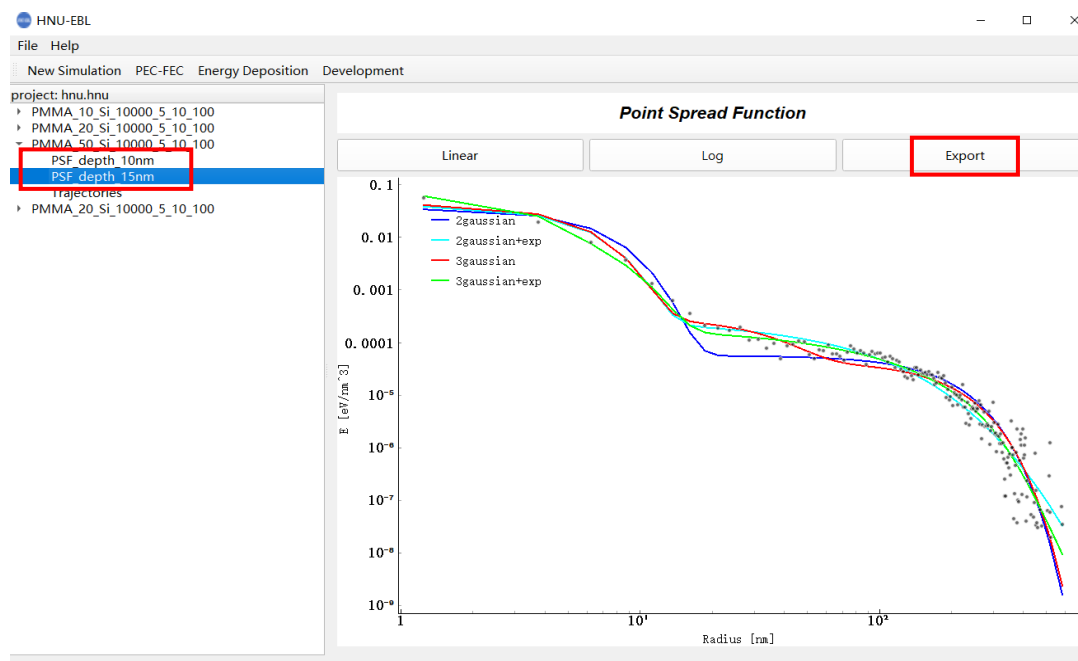

图 2.4.1 点散函数拟合界面
- (1)点击相应 Monte Carlo 计算结果左侧三角符号，可以显示 Monte Carlo 计算结果（如图 2.4.1）。
(5)点击“Export”（如图 2.4.1），可导出散点坐标文件。